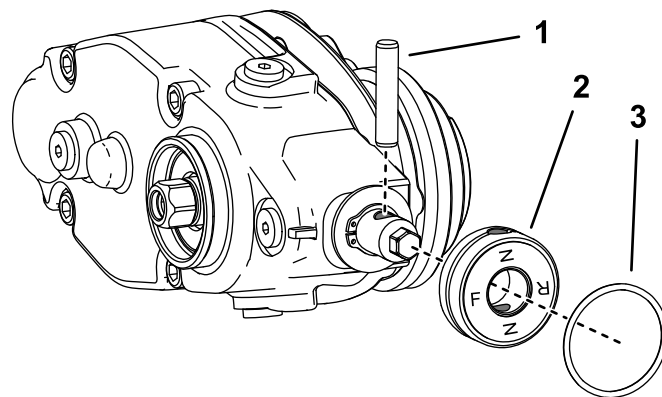

Figura 15
3. Se vai instalar o rastelo do lado esquerdo da máquina, efetue o seguinte (Figura 15):